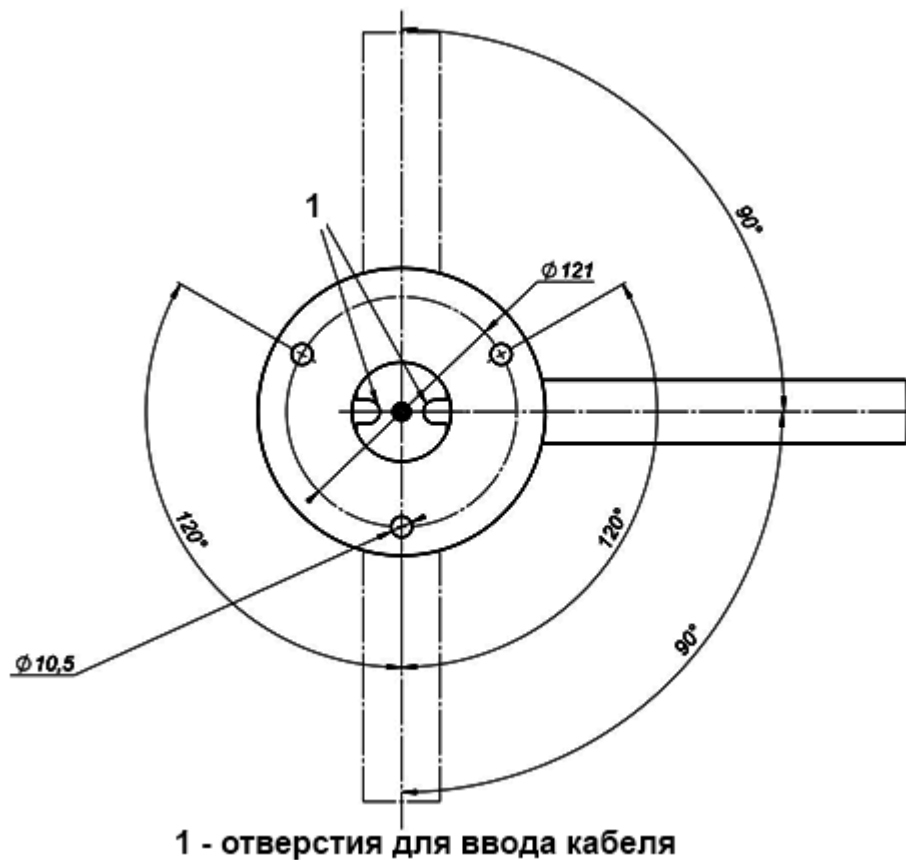

Рисунок 2 – Установочные размеры площадки
4.2.4 Рисунок 2 – выполнить разметку и просверлить 3 отверстия диаметром 16 мм в полу под анкеры крепления стойки калитки.